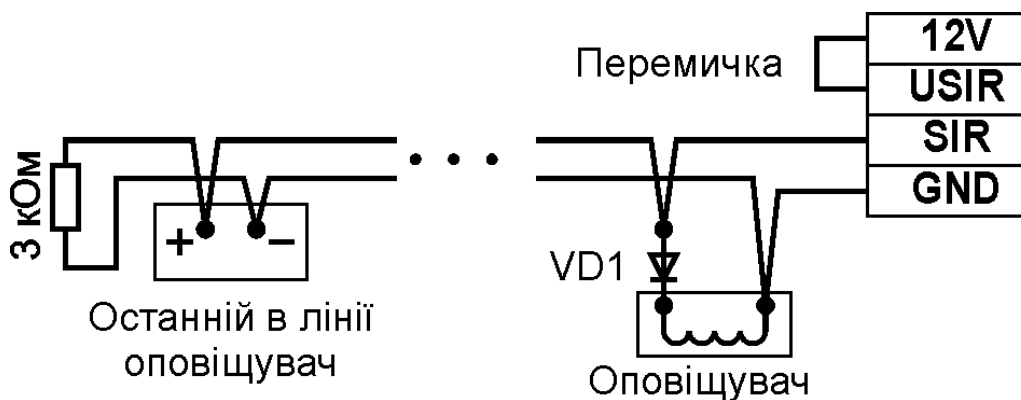

Рисунок 9.4 – підключення оповіщувачів від внутрішнього джерела живлення.
9.5.6 Підключення оповіщувачів має бути виконано у відповідності до рисунків 9.4 та 9.5, в залежності від їхнього струму споживання. Якщо виходи «12V» мають запас струму для живлення оповіщувачів (з врахуванням інших споживачів), то можливо виконати їх підключення згідно рис. 9.4.